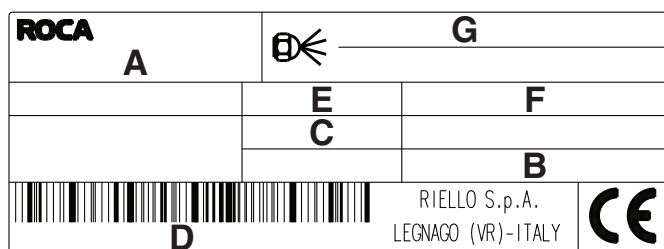

Fig. 5
- il modello (vedi **A** in Fig. 5) ed il tipo del bruciatore (**B**);